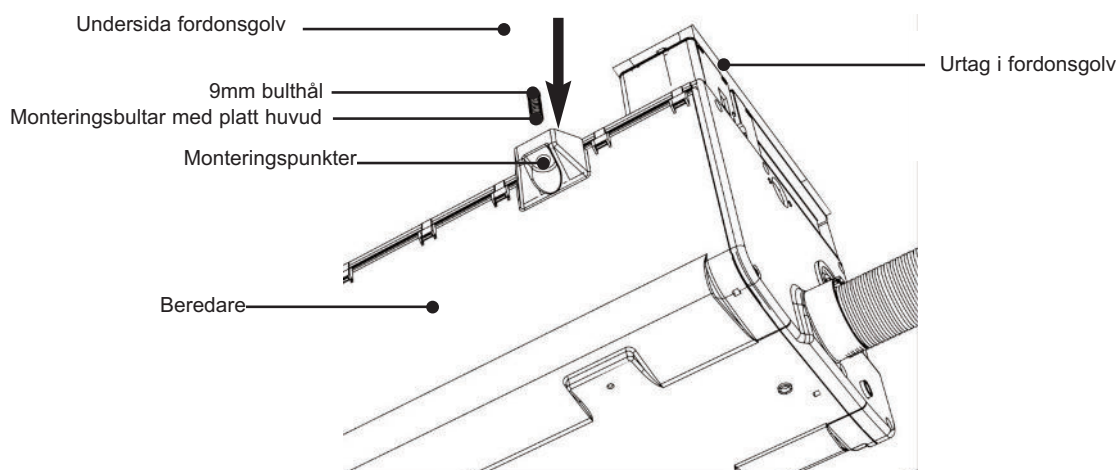

Bild 11 Montering varmvattenberedare
- ii. Placera beredaren på undersidan av fordonsgolvet. Monteringsbultarna **måste gå igenom** monteringsföterna (se bild 11).